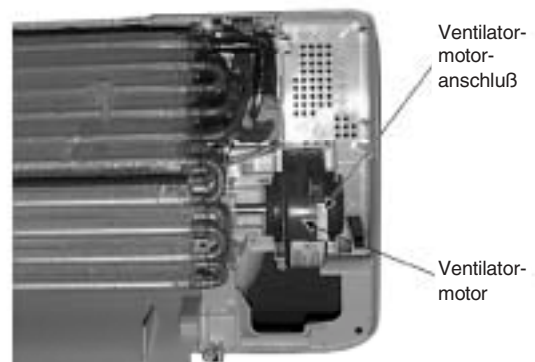

Abb. 6
- Durch Drücken des Hakens in der Mitte des Ventilatormotoranschlusses wird das Netzkabel des Ventilatormotors gelöst (Abb. 6).